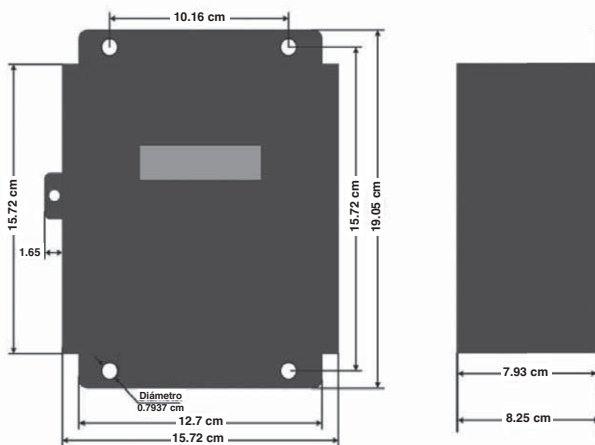

Figura 1: Dimensiones de la Caja de Acero
1. En la Figura 1 se muestran las cajas de acero JIC grado industrial para instalaciones en interiores.